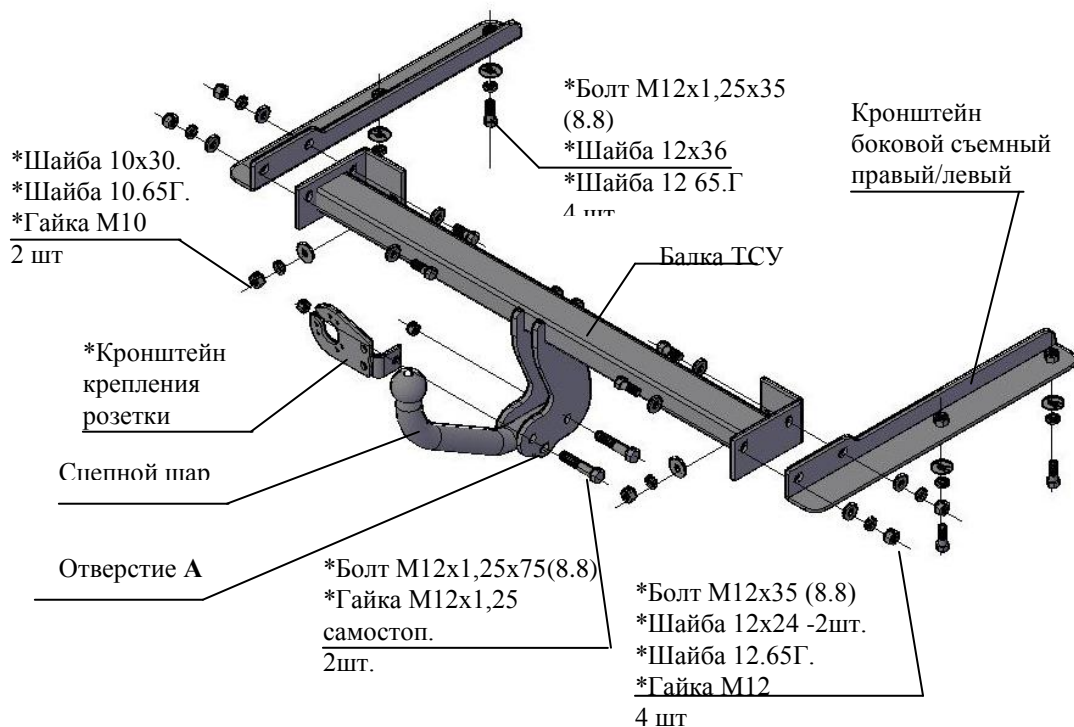

Рис.1 Тягово-цепное устройство 9930
2.1 ТСУ 9930 в сборе (рис.1)	1 шт.
2.2 Пакет с комплектующими (см. рис.1)	1 шт.
4.3 Установить боковые съемные кронштейны ТСУ (правый и левый соответственно рис.1) внутрь лонжеронов а/м, закрепить к нижним полкам болтами М12х1,25х35, (используя приварные гайки), под головки болтов подложить шайбы 12.65Г и шайбы 12х36. Крепеж не затягивать.